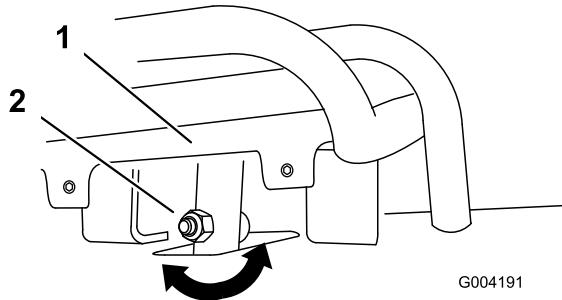
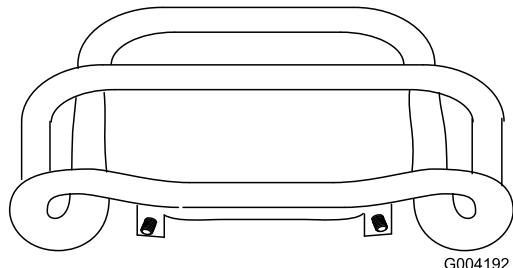

Figura 54
Figura 55
4. Se la parte anteriore del comando della trazione non rimane diritta e a filo con la barra di riferimento, allentare il dado flangiato e imbullonare lo stelo del comando della trazione (Figura 54).
5. Regolate il comando di trazione in modo che sia a livello rispetto alla barra di riferimento quando lo tirate indietro diritto (Figura 54 e Figura 55).